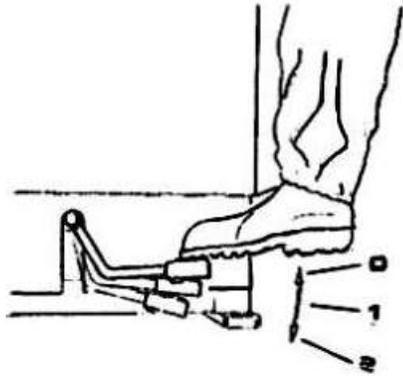
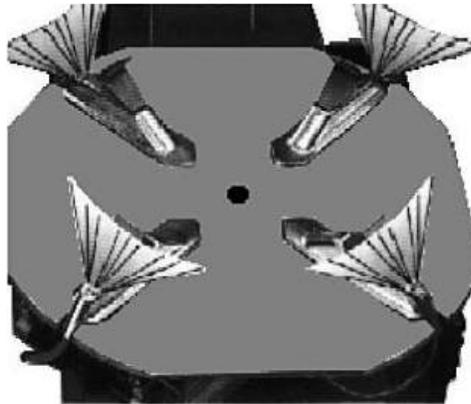

Figure 1
Figure 2
- Fixer la roue sur le plateau. Retirer le capuchon de la valve. Insérer la buse sur la valve. Soulever le pneu uniformément pour que le talon du pneu repose sur le rebord de la jante. Remplir d'air en appuyant sur la pédale de remplissage (Fig.1), l'air pénètre dans les mâchoires de serrage (Fig.2).